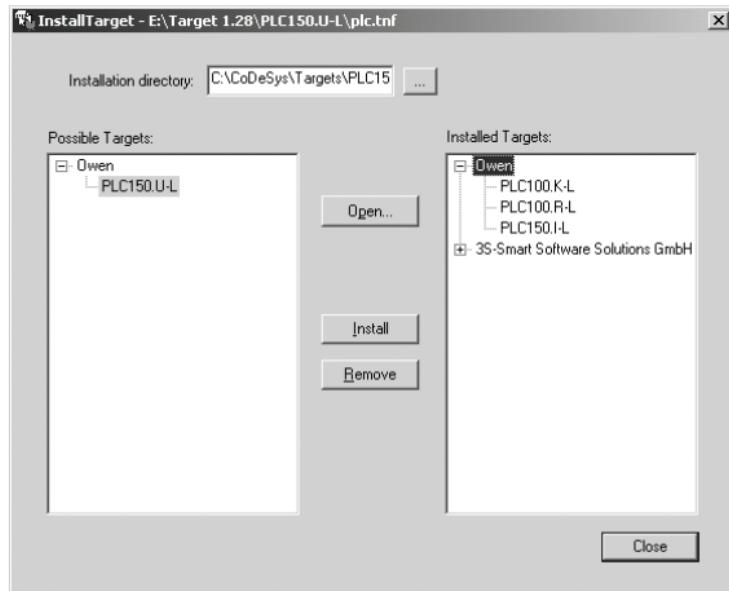

Рис. 2. Окно «InstallTarget» утилиты InstallTarget
1) В открывшемся при запуске утилиты **InstallTarget** окне (рис. 2) – нажать кнопку Open и указать путь доступа к инсталлируемому Target-файлу (имеющему расширение ***.tnf**, Target Information File). Target-файлы контроллеров ОВЕН ПЛК150 находятся на компакт-диске, поставляемом с контроллером, в папке «Target» или могут быть скачаны с сайта www.owen.ru. При скачивании с сайта папку с Target-файлами надо разархивировать и сохранить на жестком диске ПК.